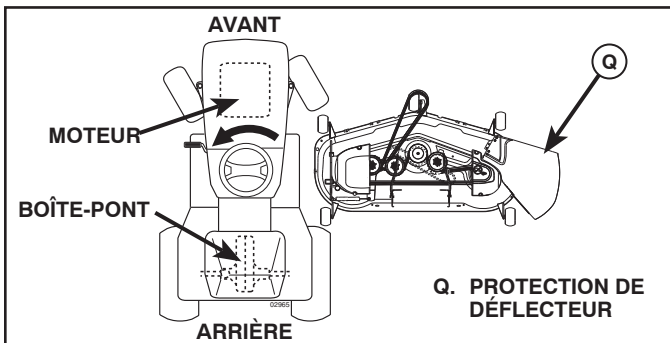

Fig. 28
3. TOURNER LE VOLANT DE DIRECTION À GAUCHE ET PLACER LA TONDEUSE (Voir la Fig. 28)
- Tourner le volant de direction à gauche aussi loin que possible et placer la tondeuse sur le côté droit du tracteur avec la protection de déflecteur (Q) à gauche.